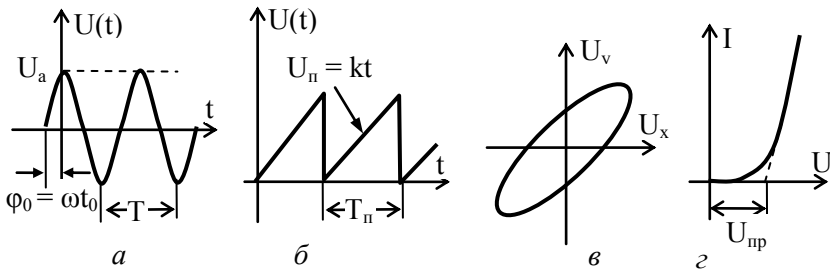

Рис. 1. Типы функциональных зависимостей сигналов:
1) К задачам первого типа относится наблюдение формы и измерение *параметров* периодических или одиночных сигналов $U(t)$ (параметры: амплитуда U_a , период T , начальная фаза φ_0 , угол наклона k и т. д.) (рис. 1, а, б).
2) К задачам второго типа относятся измерения с помощью фигур Лиссажу (рис. 1, в) и получение вольтамперных характеристик (ВАХ) какого-либо электронного устройства (рис. 1, г).
В случае фигуры Лиссажу (см. рис. 1, в) оба сигнала U_x и U_y являются функциями времени (например, сигналами типа $U(t)$, как на рис. 1, а, сдвинутыми относительно друг друга по фазе).
В случае ВАР (см. рис. 1, а) обе функции U и I в принципе от времени могут не зависеть. В общем случае это есть отображение некоторой "таблицы", состоящей из двух колонок цифровых значений: каждому значению X_k сопоставлено соответствующее Y_k .
вдоль экрана (период пилообразного напряжения, см. рис. 1, б) начинается только тогда, когда исследуемый сигнал достигает определенной величины, зафиксированной *устройством запуска и синхронизации сигнала* (смотрите ниже).
3) *Режим развертки внешним сигналом (или режим XY)*. В этом режиме генератор развертки отключается, а развертка по оси X осуществляется внешним сигналом. Основное назначение этого режима – изображение функциональных зависимостей второго типа $U_1 = F(U_2)$ (см. рис. 1, в, г).
Способ отображения функций типа $U_1 = F(U_2)$ (см. рис. 1, б, в) в электронно-лучевых и цифровых запоминающих осциллографах существенно различается.